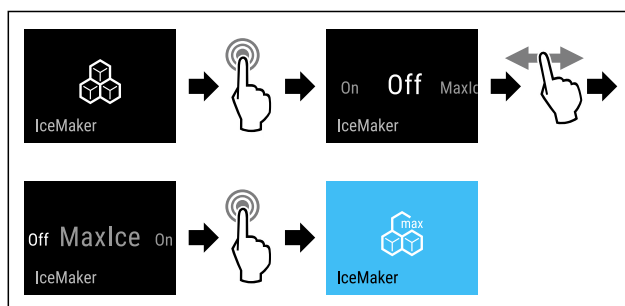

Fig. 20
► Følg anvisningene (se Fig. 20) .